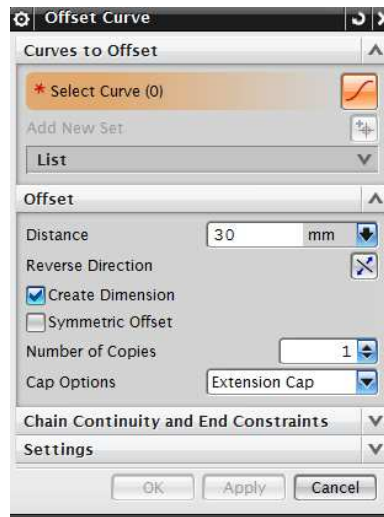

Rys. 3.106. Wybór powierzchni do szkicu
- wybór powierzchni zgodnie z rys. 3.106 z wykorzystaniem polecenia szkicownika, a następnie przejście do wykonywania kolejnego szkicu,